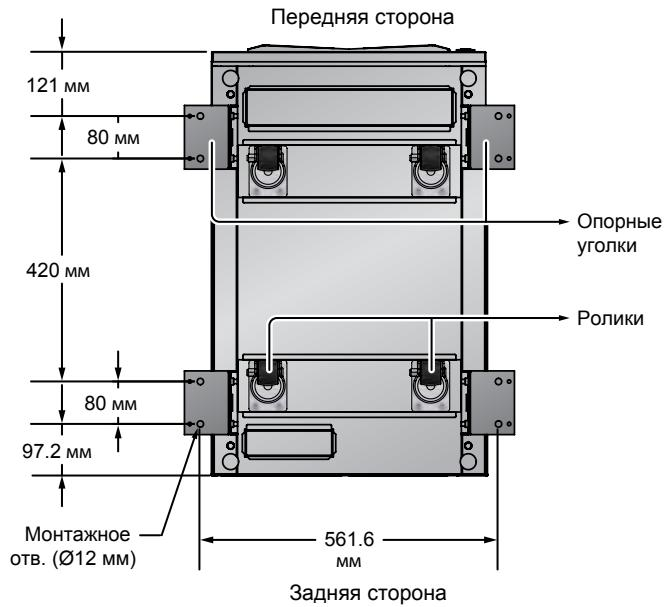

Рис. 6-3. Расположение монтажных отверстий
- 1** На месте монтажа подготовьте отверстия в полу, как показано на *Рис. 6-3*.